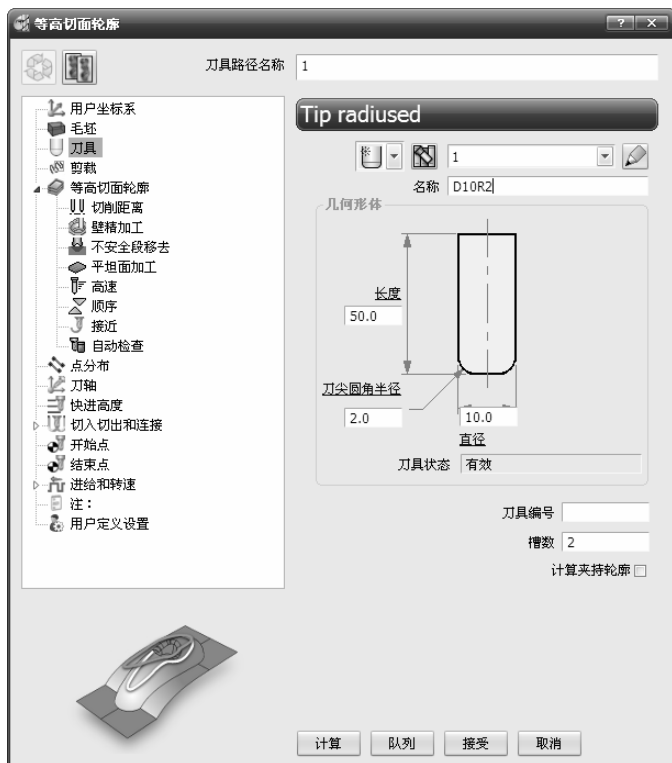

图 2-105 “等高切面轮廓”对话框
6) 单击主工具栏上的“刀具路径策略”按钮, 弹出“策略选取器”对话框, 单击“三维区域清除”选项卡, 选中“等高切面轮廓”选项, 单击“接受”按钮, 弹出“等高切面轮廓”对话框, 如图 2-105 所示。